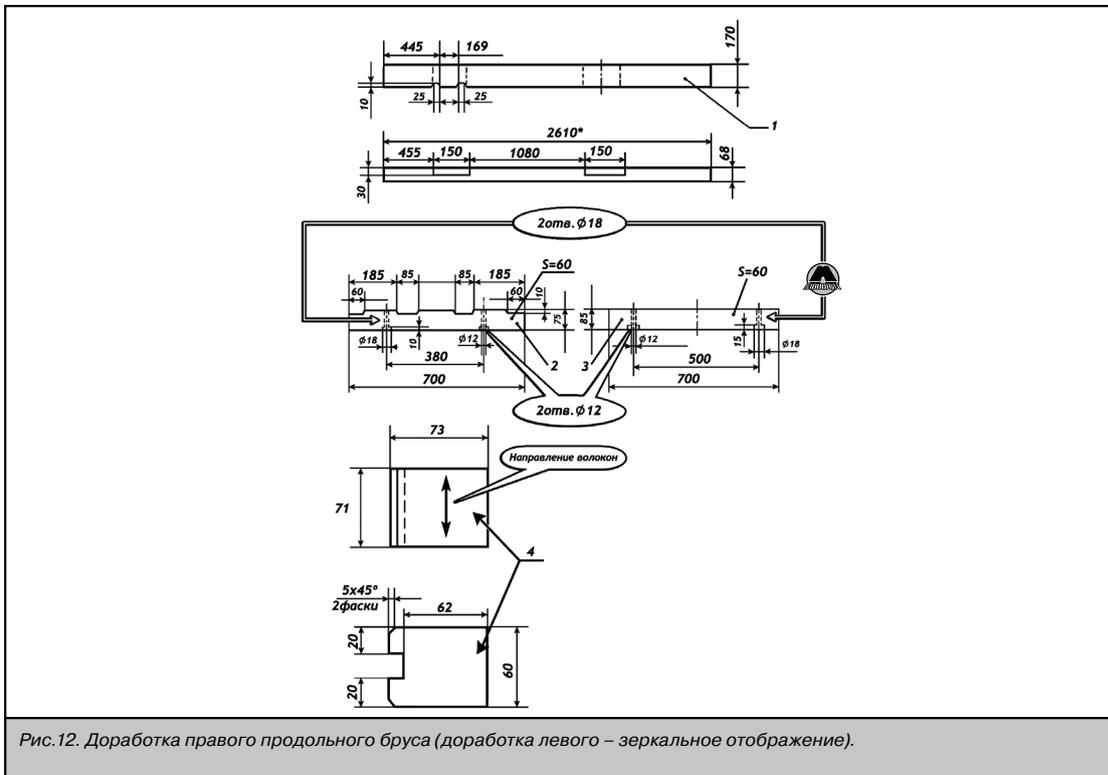

Рис.12. Доработка правого продольного бруса (доработка левого – зеркальное отображение).
10. Монтаж продольных брусьев в сборе с кронштейнами на лонжеронах рамы. Просверлить в лонжеронах рамы три отверстия для нового крепления передних кронштейнов платформы и два отверстия для крепления задних кронштейнов платформы по координатам указанным на рис.12. Закрепить на лон-